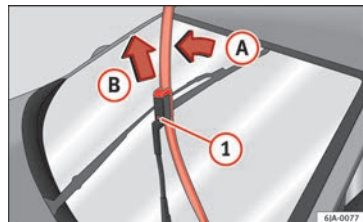

Bild 69 Vindrutetorkarblad
- Lyft vindrutetorkarmen bort från glaset, samtidigt som du flyttar bladet något i armens riktning, pil A » bild 69.
- Lås upp haken ① med andra handen och ta bort bladet i pilens riktning ②.